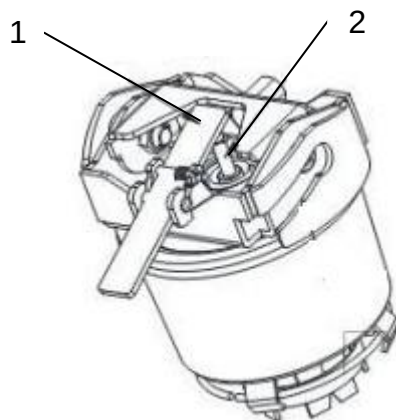

Рис. 25
- нажать на отключающую пластину (1) на ударном механизме, чтобы вернуть боек ударного механизма (2) в исходное положение, как показано на (рис. 25)